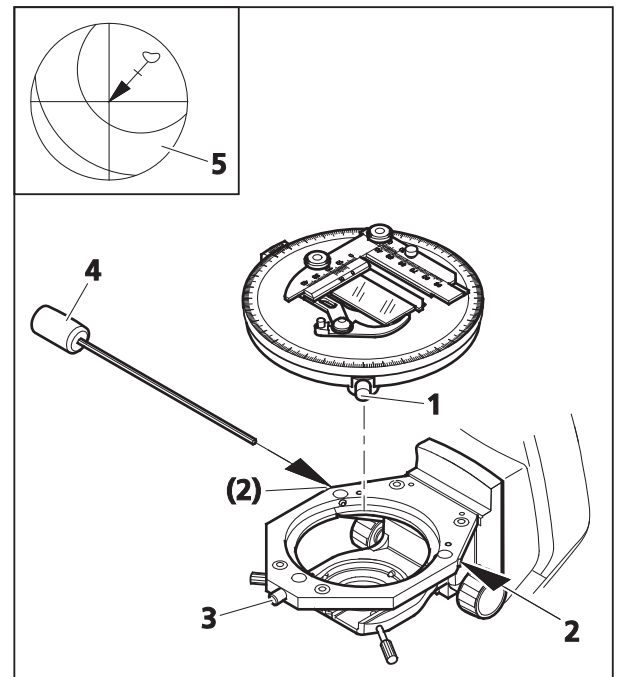

Fig. 3-13 Centrage de la platine tournante Pol
Toutes les platines ont été centrées à l'usine, cela signifie qu'un détail mis au point dans la préparation reste centré dans l'image lorsque vous tournez la platine. Si le détail choisi quitte le centre du champ visuel (Fig. 3-13/5) lorsque vous tournez la platine, procédez à une correction du centrage comme décrit ci-après.
- Desserrez la vis de blocage de la platine (Fig. 3-13/1) et le capuchon du support de platine (Fig. 3-13/3).
- En tournant la platine, déterminez le décalage maximum de la préparation par rapport au réticule en croix (Fig. 3-13/5, pied de la flèche).
- Avec les deux vis de centrage situées sur le support de platine (Fig. 3-13/2) et respectivement un tournevis à six pans de 1,5 mm (Fig. 3-13/4), déplacez le détail de la préparation sur une demi-longueur de flèche en direction du réticule. Contrôlez le centrage en effectuant une nouvelle rotation de la platine et, le cas échéant, répétez la correction.
- L'opération de centrage terminée, revissez le capuchon (Fig. 3-13/3).